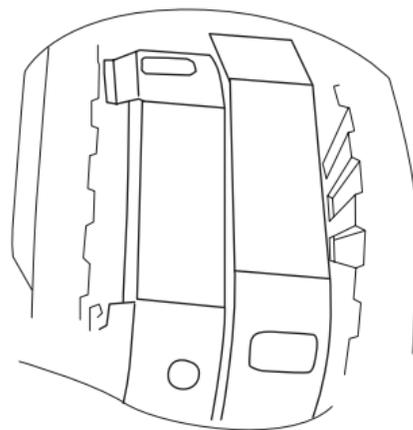

Рис. 7
10. Сдвиньте полуось до тех пор, пока проточка под стопор полуоси не покажется в проточке на распорной муфте (рис. 7):